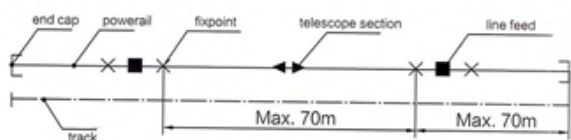

Рис. 2
- ② При размещении троллейной линии снаружи и внутри помещения. Использование секции предотвращает появление конденсата на наружной части линии при выходе теплого воздуха из помещения. (см.рис.2)
- ③ Если длина линии между двумя гнутыми секциями составляет более 20 м.